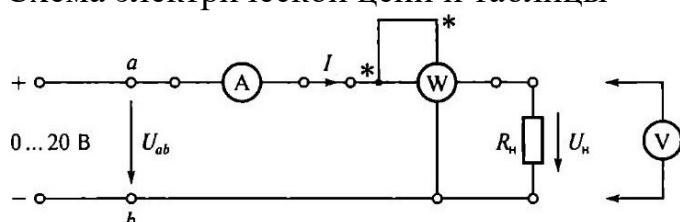

Рис. 1.1. Схема ЭЦ для проверки основных параметров электроизмерительных приборов
3.2. Собрать ЭЦ в соответствии с рис. 1.1. В качестве нагрузки использовать резистор R1 платы № (см. рис. П. 1 приложения) стеновой панели. Подключить ЭЦ к регулируемому источнику постоянного напряжения 0 ... 20 В (см. рис. П.3 приложения).